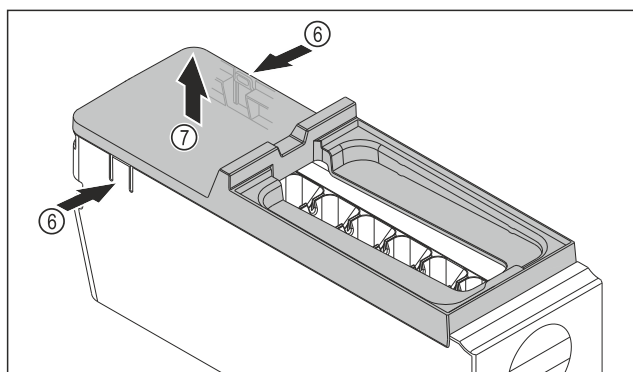

Fig. 107
- ▶ Rimuovere la copertura del corpo dell'EasyTwist-Ice: Con una mano, premere le linguette Fig. 107 (6) su entrambi i lati del corpo dell'EasyTwist-Ice.
- ▶ Con l'altra mano, estrarre verso l'alto la copertura Fig. 107 (7).